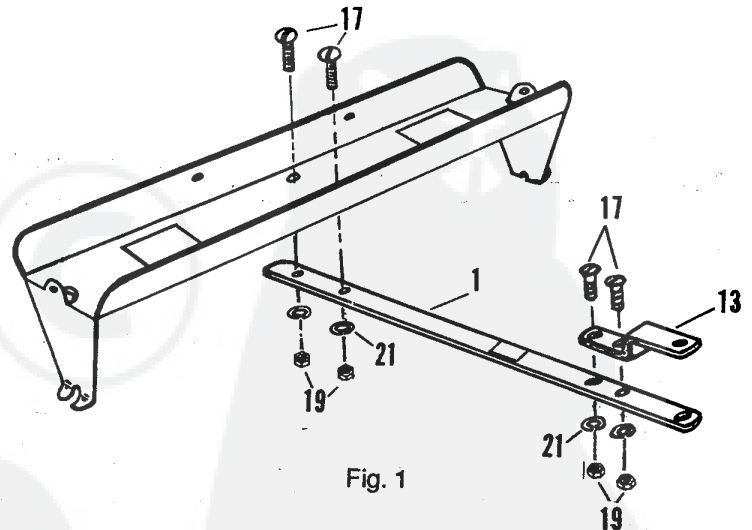

Fig. 1
Reportez-vous à la Fig. 1
- Si vous utilisez des parpaings, normalement deux suffisent pour favoriser une bonne pénétration, dans la mesure où l'herbe n'est pas trop sèche. Le poids doit être ajouté à la barre d'attelage attaché à la barre d'attelage du tracteur et peut être fixé par des sangles en caoutchouc, du fil métallique provisoire, une corde en nylon ou tout autre type d'attache pouvant convenir. Le trou dans plaques du support de l'essieu peut servir pour fixer les attaches(voir FIG. 1).